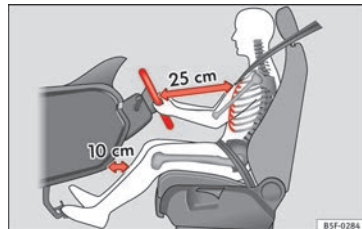

Fig. 81 La distanza corretta tra il conducente e il volante
- Regolare la posizione del volante in modo tale che la distanza tra il volante stesso e il torace sia di almeno 25 cm ►► **fig. 81.**
- Posizionare il sedile di guida in modo tale che tra lo sterzo del conducente e il centro del volante ci sia una distanza di almeno 25 cm » fig. 81. Se si sta seduti a meno di 25 centimetri di distanza non si può essere protetti con adeguata efficacia dal sistema degli airbag.